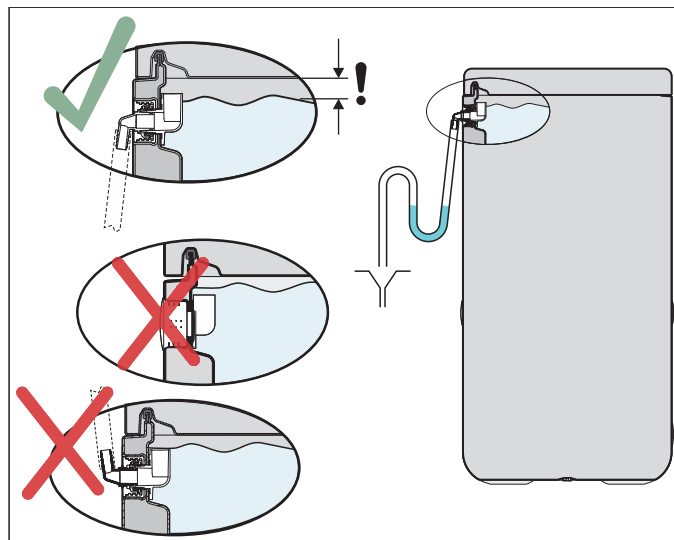

Fig. 3-6 Montage du flexible d'écoulement sur le trop-plein de sécurité
- 6 Relier le flexible d'écoulement à l'embout de raccordement du trop-plein de sécurité (voir fig. 3-6 et fig. 2-1, pos. 23).